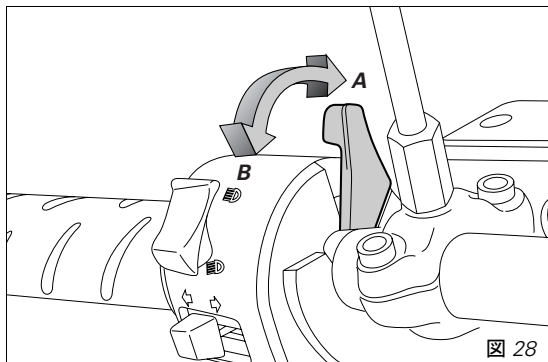

図 28
2) チョークレバーを (B, 図 28) のポジションにします。
5) エンジンが温まっていく過程とともに徐々にスターターレバーを垂直な位置にもって行きます (A, 図 28)。エンジンが十分に暖まった時点で、チョークレバーを完全に閉まった状態にし、アイドリングを保たなければなりません。